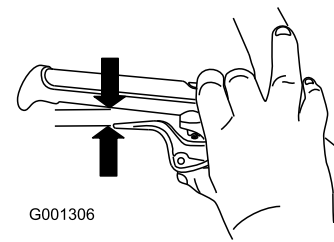

**Bild 31**
1. Lösen Sie die Klemmmutter (Bild 31).
2. Lösen oder ziehen Sie die Spannschraube an, um den Stift einzustellen, bis Sie den richtigen Abstand von der vorderen Kante des Schlitzes erzielt haben (Bild 31).
3. Ziehen Sie die Klemmmutter an (Bild 31).